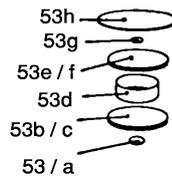

Abbildung 12
**Bauteilgruppe 53** (Ankerspill, 53 – 53e) auf Bogen 2a, Abbildung 12
Zusammenbauen gemäß Abbildung 12 und auf der Kreismarkierung im Bogen der Ankerkette anbringen.